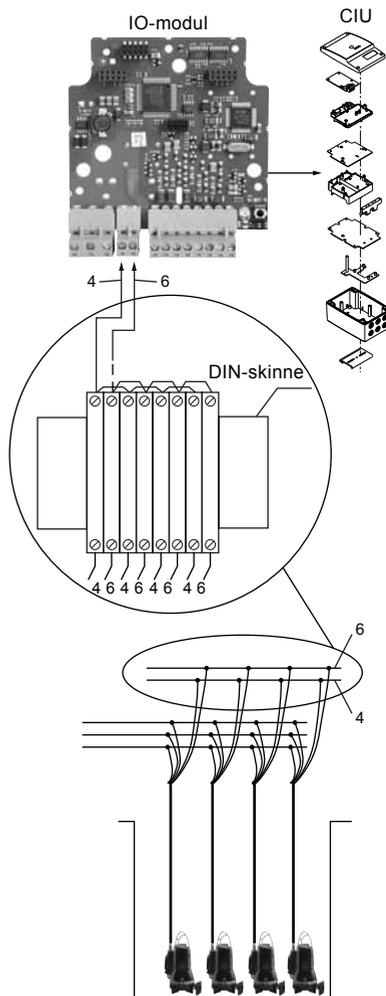

Fig. 7 Powerline-tilslutning
Klemmerne 1 og 2 bruges til at etablere kommunikation med hver pumpe. Hvis der er installeret mere end én pumpe i anlægget, skal lederne sluttues som vist i fig. 7.
I den øverste del af klemrækken skal der laves en parallelforbindelse. Tilslut derefter leder 4 til klemme (pos. 1) og leder 6 til klemme (pos. 2). Se fig. 7.